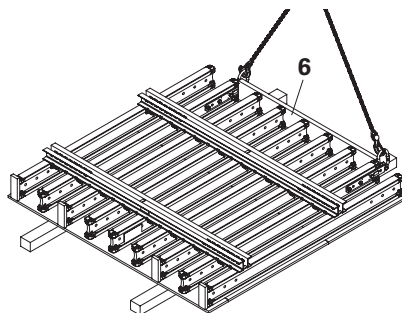

Fig. 07
- Verificare il fissaggio della staffa sollevamento-3 VT 20 all'elemento. (Fig. 07)